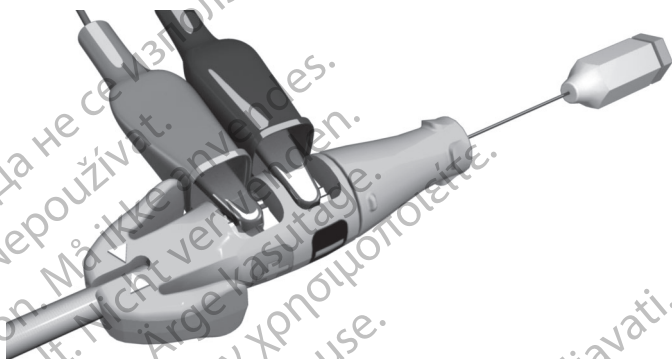

Figure 9. Pinces du PSA fixées sur l'outil de connexion
- Fixer les pinces crocodile du câble du PSA sur le contact à lame de la cathode (–) et sur le contact à lame de l'anode (+) de l'outil de connexion. L'utilisation de l'outil de connexion permet de protéger la broche terminale en évitant qu'elle soit endommagée par les pinces crocodile et d'éviter l'établissement d'un pont entre les contacts de la broche. Veiller à ce que les pinces crocodile soient entièrement accrochées sur les contacts à lame de la cathode et de l'anode afin d'éviter l'obtention de mesures initiales imprécises (Figure 9 Pinces du PSA fixées sur l'outil de connexion en page 24).